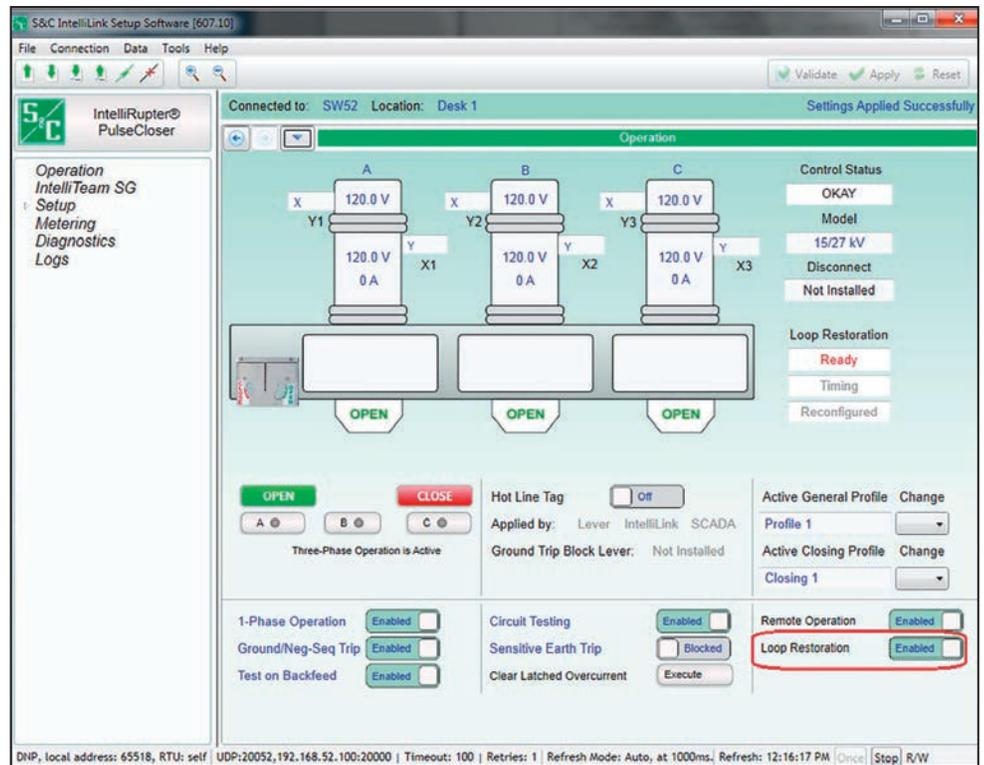

Figura 83. Un comando de la pantalla *Operation* puede habilitar o deshabilitar el modo Loop Restoration.
- El modo **Loop Restoration** puede ser habilitado o deshabilitado con un comando del software IntelliLink en la pantalla *Operation (Operación)*. Vea la Figura 83 en la página 153.